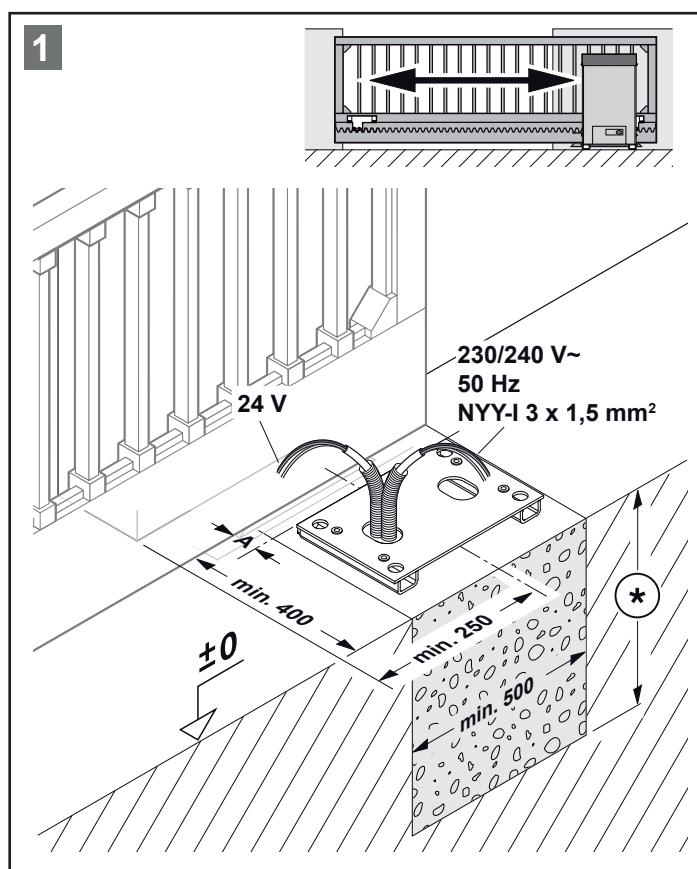

Bild 1
- Für den Schiebetor-Antrieb ist es erforderlich, dass ein Fundament gegossen wird, sowie es im Bild 1 gezeigt ist. Die Markierung ⊕ steht hierbei für die frostfreie Tiefe (in Deutschland = 80 cm).